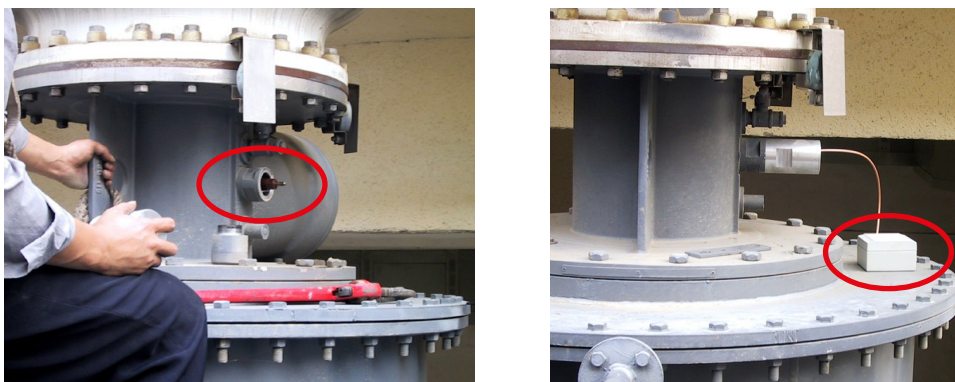

Figure 5.10: Installation permanente d'un adaptateur de traversée (BA) et de l'impédance de mesure (BCU) sur site.
Pour une installation permanente, différents adaptateurs de traversée (BA) sont disponibles pour être connectés à une impédance de mesure correspondante (BCU). La Figure 5.10 montre l'installation d'un adaptateur de traversée sur site.